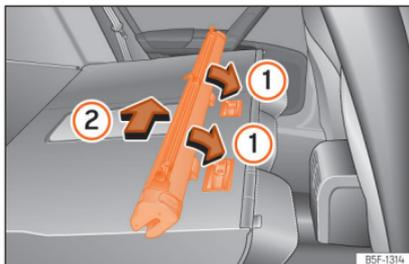

Fig. 143 Montar a rede de separação nos encostos do banco traseiro.
- Coloque a carcaça da rede nos rebaixos das calhas de fixação no sentido das setas » **Fig. 143 ①**.
- Empurre a carcaça para o lado esquerdo do veículo no sentido da seta » **Fig. 143 ②** e até ao limite.
- Puxe da carcaça da rede aproximadamente 5 cm no sentido contrário da seta » **Fig. 143 ②**.
- Retire a carcaça das calhas de fixação puxando no sentido contrário ao das setas » **Fig. 143 ①**.